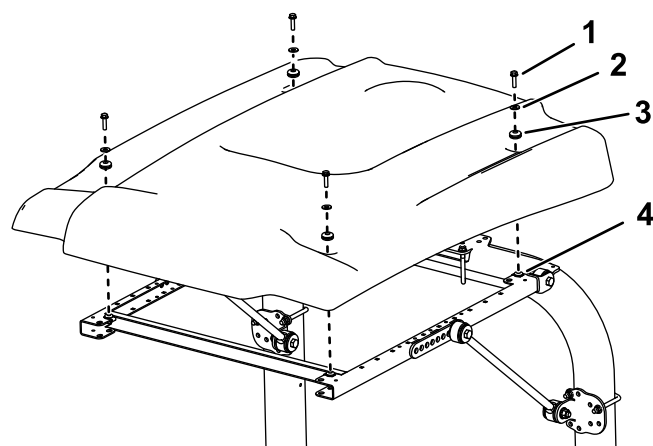

図 21
16. 図 21 に示すようにサンシェードをフレームに載せて、取り付け穴を整列させる。
17. サンシェードの各コーナー部をフレームに仮止めするフランジヘッドボルト 5/16 x 1 1/4" 1本、小さいワッシャ 1枚、ハトメ 1 個を使用する図 21。